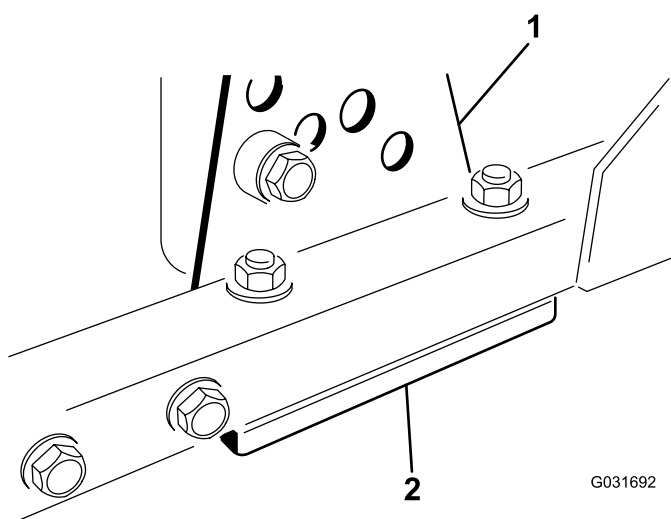

Figure 64
1. Retirez le support de hauteur de coupe (avant, gauche ou droit) du cadre du plateau de coupe (Figure 64).
2. Placez des cales de 1,5 mm et/ou une cale de 0,7 mm entre le cadre et le support du plateau pour obtenir la hauteur de coupe voulue (Figure 64).